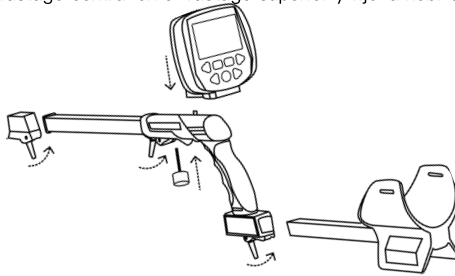

Fig.4
3. Abra la hebilla de la potencia superior. Inserte la potencia intermedia en la potencia superior. Ajuste la longitud de inserción del vástago central en el vástago superior y fije la hebilla. (Ver Fig.4)